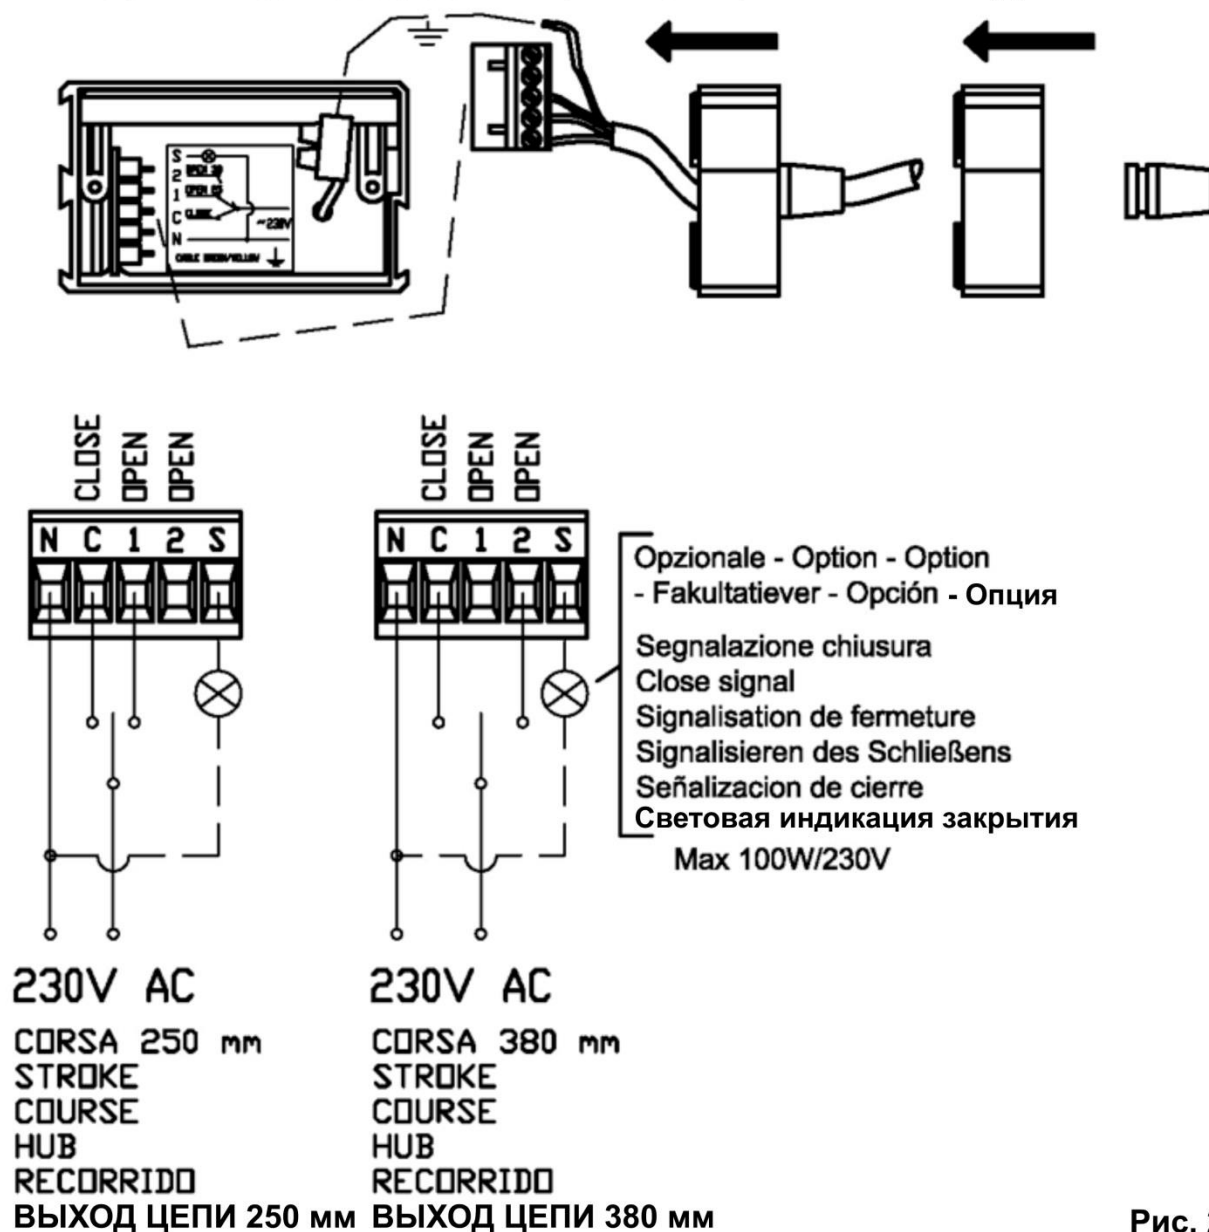

Рис. 2
Чтобы быть уверенным в этом: использовать тестер для определения потребления электрического тока; для определения срабатывания концевого выключателя на закрытие можно добавить лампочку на клемме (Рис. 2); проверить, чтобы положение привода было в соответствии с данными, указанными на Рис. 3-4 "ВНИМАНИЕ"; регулировать конец хода в закрытом положении при помощи винта "6" перед подачей электрического питания к приводу (привод поставляется с цепью полностью в положении возврата и активированным концевым выключателем).
Proceed in one of the following ways: use a multimeter and check the end of current absorption; connect a signalisation light on terminal S (Fig. 2) to check the closing limit switch; check the positioning according to the Fig. 3-4 “ATTENTION”; adjust the closing position through the tie rod “6” before connecting the actuator to the power **(the actuator is provided with the chain completely inside the casing and the limit microswitch activated).**
- Установить привод при помощи кронштейнов (1 и 2) и проверить закрытие окна при помощи винта (6).
- Выполнить электрическое соединение по прилагаемой схеме (Рис. 2).
- Проверить работу концевого выключателя на закрытие при помощи "Сигнализации закрытия" (лампочка) и, по необходимости, сделать нужную регулировку при помощи винта (6).
- Install the actuator with the brackets (1 and 2) and check for the closure of the window acting on the threaded stay bolt (6).
- Make the electric connection following the wiring diagram on (Fig. 2).
- Check for the correct operation of the limit microswitches, if necessary, with the "Close signal" and make any necessary adjustment by acting on the threaded stay bolt (6).
- Использовать кронштейн (7) и фиксатор (4) (поставляется отдельно: арт. 36665E).
- Проверить работу концевого выключателя на закрытие при помощи “Сигнализации закрытия” (лампочка) и, по необходимости, сделать нужную регулировку при помощи винта (6).
- Use bracket (7) and its relevant split pin (4) (to be ordered separately, cod. 36665E).
- Check for the correct operation of the limit microswitches, if necessary, with the “Close signal” and make any necessary adjustment by acting on the threaded stay bolt (6).